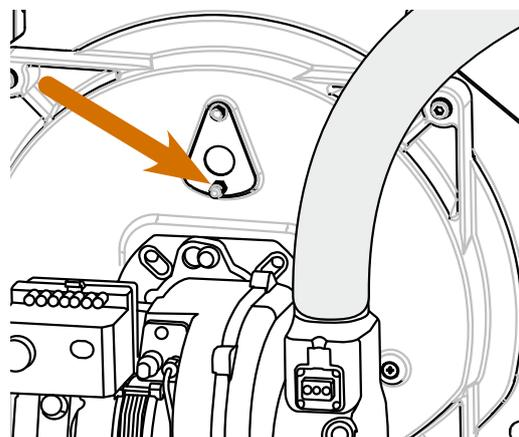

fig. 30 - Pression foyer
- Vérifier la pression foyer (fig. 30).